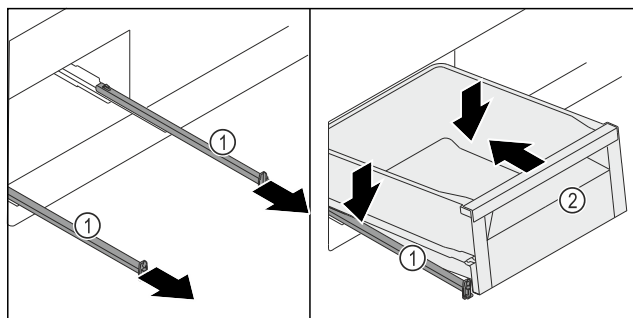

Fig. 123
- ▶ Витягніть рейки Fig. 123 (1).
- ▶ Міцно тримаючи рейки Fig. 123 (1), установіть висувний ящик Fig. 123 (2) зверху під кутом на рейки Fig. 123 (1).
- ▶ Всуňte висувний ящик Fig. 123 (2) на рейках Fig. 123 (1) до упору назад.